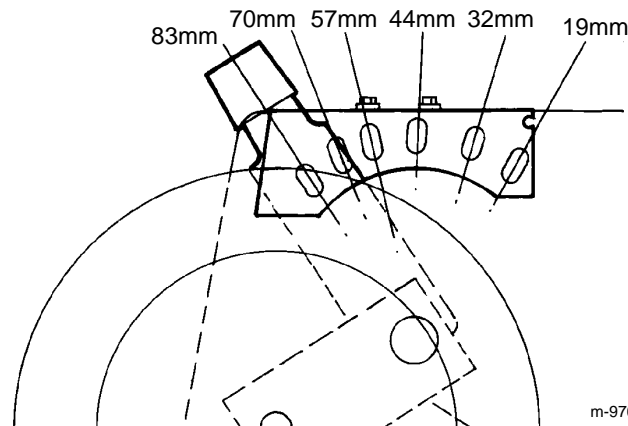

Abbildung 9
- Gras wächst zu verschiedenen Jahreszeiten mit unterschiedlicher Geschwindigkeit. Im Hochsommer ist es im allgemeinen am besten, bei der 44 mm (1-3/4"), 57 mm (2-1/4") oder 70 mm (2-3/4") Schnitthöheneinstellung zu mähen (Abb. 9). Es sollte nur ca. 1/3 des Grashalms abgeschnitten werden. Mähen unterhalb der 44 mm (1-3/4") Einstellung wird nur bei spärlichem Graswuchs oder im Spätherbst empfohlen, wenn sich der Graswuchs zu verlangsamen beginnt.
Die Schnitthöhe läßt sich von ca. 19 mm bis 83 mm ( $\frac{3}{4}$  bis  $3\frac{1}{4}$  Inch) in Schritten von 12,7 mm ( $\frac{1}{2}$  Inch) einstellen (Abb. 9). Wenn der Schnitthöheneinstellhebel nach vorne bewegt wird, wird die Schnitthöhe angehoben.